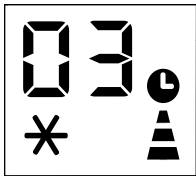

Fig. 3
- Trykk knappen, skjermen vil vise 1-24 timer, og symbol og symbol og symbolet blinker sammen. (Fig.3)